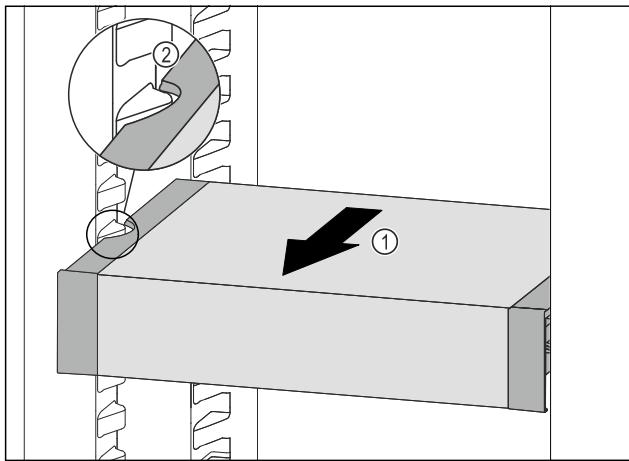

Fig. 128
- Изтеглете VarioSafe напред Fig. 128 (1), докато страничните прорези на VarioSafe се намират на височината на реброто на съда в хладилната част. Fig. 128 (2)